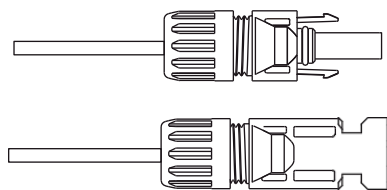

Imagen 5.5: Conector con la tuerca de tapa atornillada
c) Inserte el pin de contacto en la parte superior del conector y atornille la tuerca de tapa a la parte superior del conector (tal y como se muestra en la imagen 5.5).